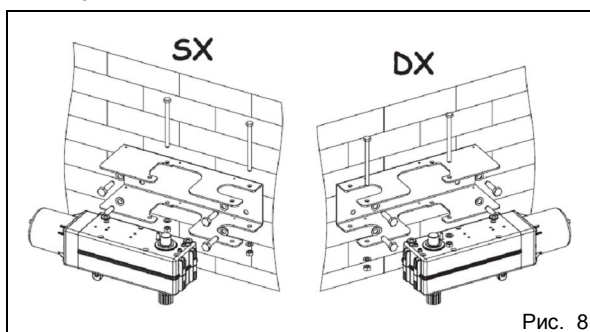

Рис. 8
- Крепёжный кронштейн прикрепить к столбу ворот шурупами Ø10 с использованием подходящих дюбелей (рис. 8), следя за его положением в горизонтальной плоскости.
- Установить блок двигателя-редуктора на крепёжный кронштейн и закрепить двумя болтами с гайками и шайбами (рис. 8).